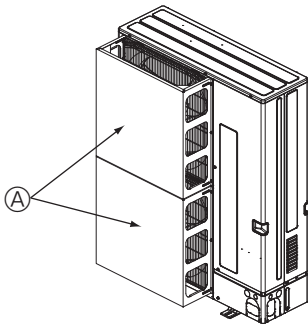

Fig. 2-3
- ② Si la unidad está situada en un lugar expuesto a vientos fuertes como huracanes que puedan entrar en la salida de aire, coloque un deflector de viento opcional. (Fig. 2-3)